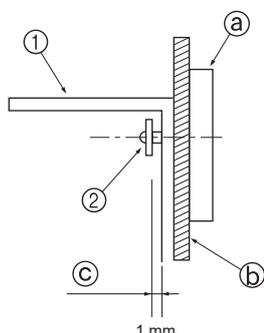

Fig. 3-4
- Bevestig de beugel eerst aan de muur en draai hierna de schroef aan zodat de beugel op en neer kan worden geschoven. (Fig. 3-4)
- ① Bevestigingsbeugel
- ② Zelftappende schroef
- ③ Fries
- ④ Materiaal van de muur